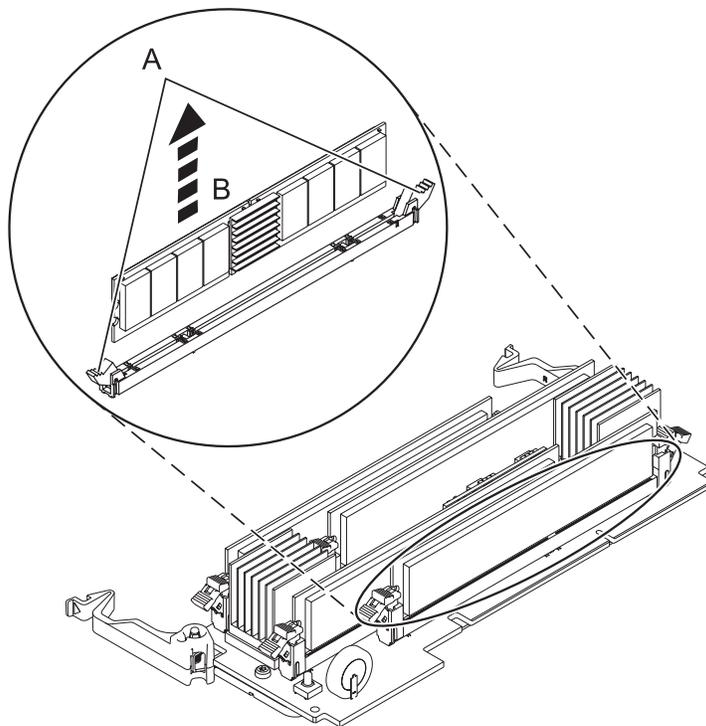

Abbildung 10. Speichermodul ausbauen
11. Bauen Sie das Speichermodul wie folgt aus. Entriegeln Sie das Speichermodul, indem Sie die Verriegelungszungen (**A**) nach außen drücken (siehe Abb. 10 auf Seite 20). Heben Sie das Speichermodul (**B**) aus dem Anschluss. Durch die Hebelwirkung der Zungen wird das Speichermodul aus dem Anschluss gelöst.